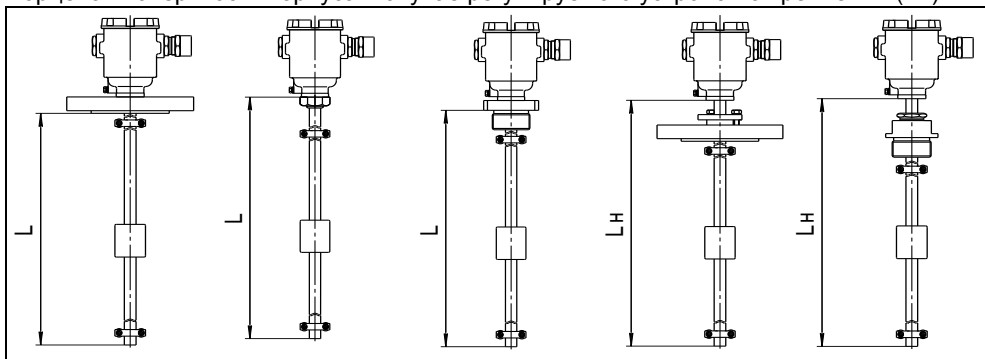

Рисунок 5
1.4.5 Преобразователи могут изготавливаться с длиной направляющей в соответствии с 1.2.1 (см. рисунок 5). Длина направляющей – это расстояние от торцевой поверхности направляющей до уплотнительной поверхности фланца или резьбового штуцера в случае нерегулируемого устройства крепления (**L**) или до торцевой поверхности корпуса в случае регулируемого устройства крепления (**LH**).